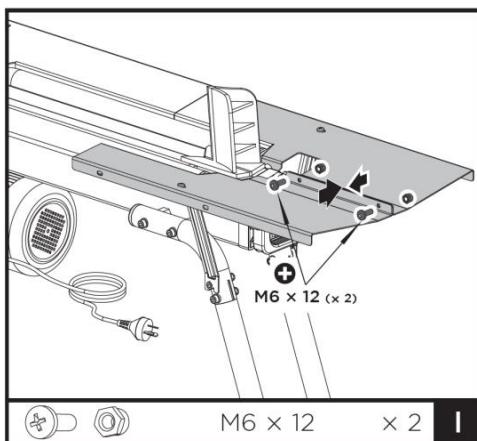

Fig. 9
7. Collegare il vassoio per tronchi 1 (f) e il vassoio per tronchi 2 (g) utilizzando due viti M6x12 e controdadi (I). Vedere Fig. 9.